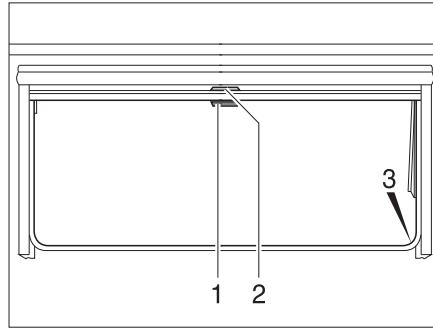

Fig. 64 Ventana abatible
- Tirar del asidero (Fig. 64,2) de la persiana oscurecedora enrollable hacia abajo. Cuando la persiana oscurecedora enrollable se cierre por completo, encajarla en el bloqueo (Fig. 64,3) a ambos lados del marco de la ventana.
- Cuando la persiana oscurecedora enrollable está completamente cerrada: Presionar el tirador (Fig. 64,2) hacia abajo y tirarlo ligeramente hacia dentro. Desenganchar la persiana oscurecedora enrollable de los bloqueos a izquierda y derecha del marco de la ventana.
- Cuando la persiana oscurecedora enrollable se encuentre en una posición intermedia: Tirar ligeramente del asidero (Fig. 64,2) hacia abajo, hasta que se hay soltado el bloqueo.
- Tirar hacia abajo de la mosquitera enrollable (Fig. 64,1) y engancharla en el bloqueo (Fig. 64,3) a ambos lados del marco de la ventana.
- Presionar el tirador (Fig. 64,1) hacia abajo y tirarlo ligeramente hacia dentro. Desenganchar la mosquitera enrollable de los bloqueos a izquierda y derecha del marco de la ventana.